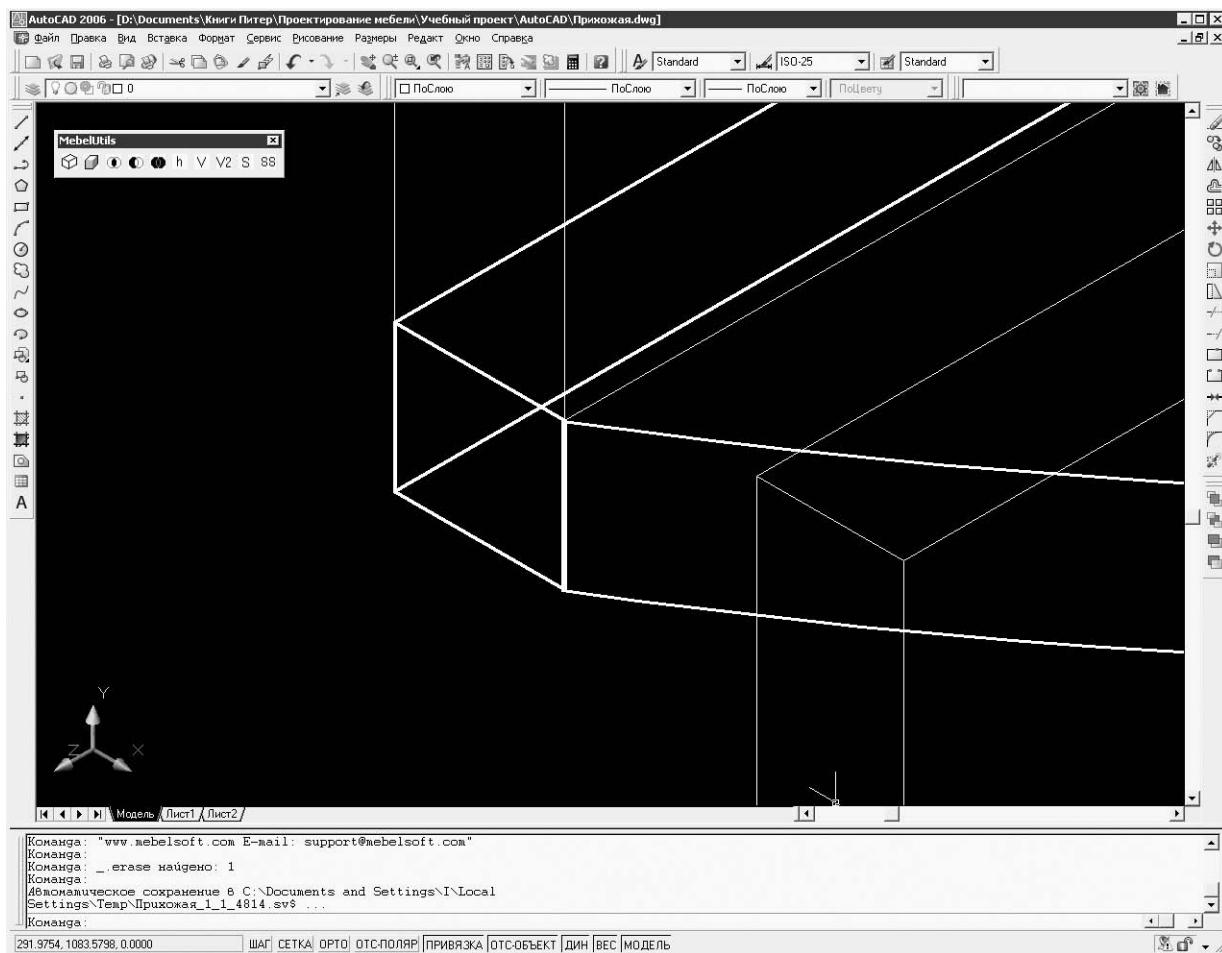

Рис. 5.24
8. Нажать кнопку **Вырез1** на панели инструментов `MebelUtils`, чтобы вызвать команду `mvirez`. Для выбора объекта, из которого производится вычитание, следует щелкнуть кнопкой мыши на крышке столика и нажать клавишу `Enter`. В качестве вычитаемой детали нужно указать только что созданный вспомогательный объект и снова нажать клавишу `Enter` — вспомогательный объект исчезнет, а находившийся внутри него угол крышки столика будет обрезан (рис. 5.24).